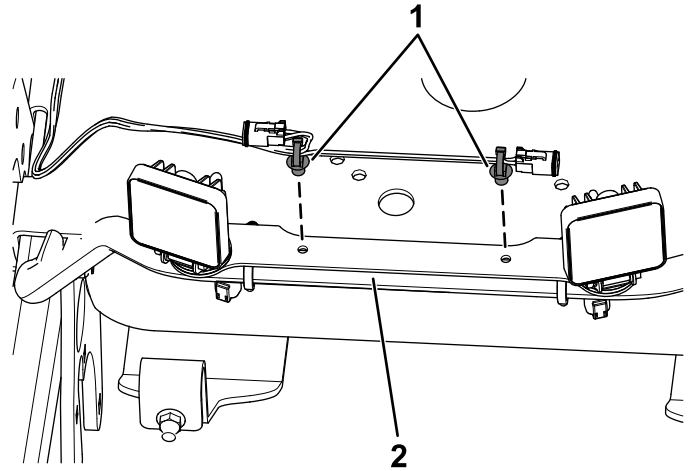

Figur 3
1. Sæt de 2 stik foran på maskinen ind i lysdiodelyfterne (Figur 3).